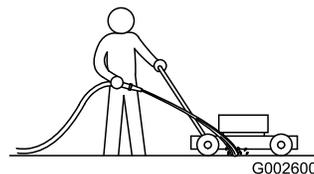

Bild 37
3. Lassen Sie den Motor bei eingekuppeltem Messer laufen und sprühen Sie Wasser vor das **rechte** Hinterrad (Bild 37).